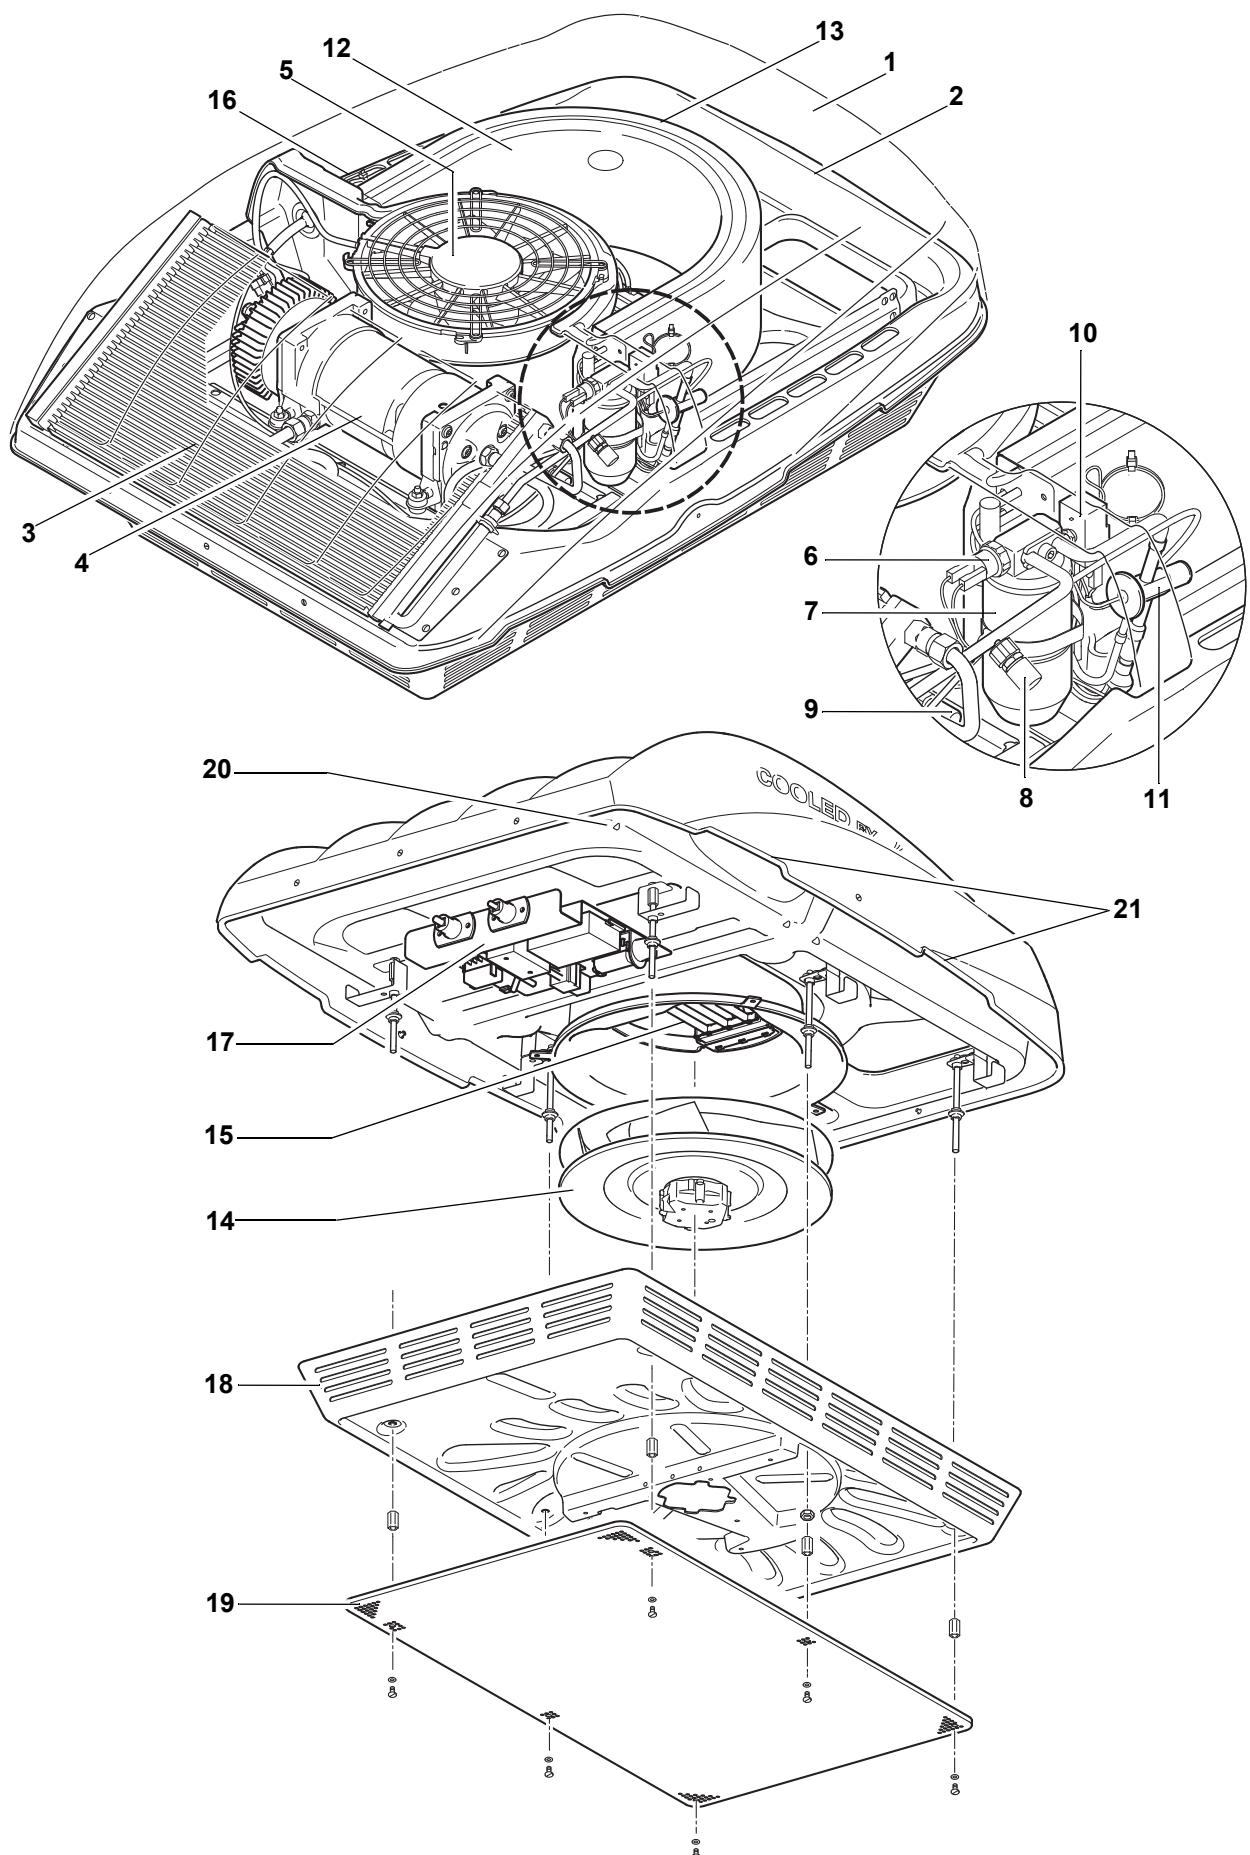

Fig. 2.3
La climatisation sur toiture est représentée à la Fig. 2.3.
* voir Fig. 2.3
L'eau de pluie qui pénètre dans la climatisation sur toiture est évacuée par les ouvertures d'écoulement (20, Fig. 2.3).
Le condenseur (3, Fig. 2.3) est composé de serpentins et d'ailettes en aluminium reliés entre eux pour former une grande surface d'échangeur thermique.
Le collecteur / déshydrateur (7, Fig. 2.3) est un réservoir de compensation et d'accumulation du réfrigérant. Il contient, dans sa partie médiane, un dessiccatif qui capture les petites quantités d'eau contenues dans le réfrigérant et les lie chimiquement. Il filtre de plus les particules de poussière du circuit de réfrigération qui pourraient entraîner des défauts.
Le détendeur thermostatique (11, Fig. 2.3) à compensation de pression extérieure, régule le débit de réfrigérant vers l'évaporateur en fonction du besoin ou de la température dans l'évaporateur. Le détendeur thermostatique est l'élément de régulation entre les parties haute et basse pression du circuit de réfrigération.
L'évaporateur (12, Fig. 2.3) est composé de serpentins et d'ailettes en aluminium reliés entre eux pour former une grande surface d'échangeur thermique. Afin d'utiliser de manière optimale l'espace mis à disposition, l'évaporateur est en forme de U. Sa fonction est de transformer de l'état liquide à l'état gazeux et à chauffer le réfrigérant en provenance du détendeur et traversant la tuyauterie. La chaleur de condensation nécessaire est retirée de l'air circulant par les ailettes et transmise au liquide réfrigérant par le plongeur de contact. L'air ainsi refroidi est asséché et l'eau condensée est évacuée vers l'extérieur.
Le pressostat (6, Fig. 2.3) est constitué d'un contacteur haute pression et d'un contacteur basse pression. Il contrôle la pression dans la partie haute pression du circuit de réfrigération et il coupe le moteur électrique et donc le compresseur en cas de pression trop faible (manque de réfrigérant) ou de pression trop forte (suite, par exemple, à une surchauffe du condenseur).
Le thermostat anti-givre (10, Fig. 2.3) est un thermocontact. Il mesure la température du réfrigérant sur les tuyaux d'injection de l'évaporateur et il coupe l'alimentation du compresseur en cas de risque de gel ou de manque de réfrigérant.
Le ventilateur de l'évaporateur (5, Fig. 2.3) est constitué d'un moteur à courant continu sans balai, d'un rotor, d'un boîtier et d'une grille de protection. Dès que la fonction de refroidissement est en marche, le ventilateur est activé par la commande via la broche 3 (câble jaune) et alimente le condenseur en air frais nécessaire (pas de réglage de la vitesse de rotation, uniquement marche/arrêt).
Le ventilateur de l'évaporateur (14, Fig. 2.3) se compose d'un moteur à courant continu sans balais et du rotor. Il aspire l'air de l'habitacle et de l'air frais à travers l'évaporateur et la résistance de chauffage (seulement sur la version Comfort) et le réinjecte dans l'habitacle à travers le répartiteur d'air. La vitesse de rotation du ventilateur est définie par la commande (signal PWM) via la broche 3 (câble jaune du faisceau du ventilateur). La sélection de la vitesse de rotation du ventilateur peut être automatique ou manuelle, au choix.
Le compresseur (4, Fig. 2.3) est constitué d'un boîtier semi-hermétique à compresseur scroll intégré, d'un moteur à courant continu sans balais et de composants électroniques. Dès la mise en marche de la fonction, le compresseur est activé via la broche 1 du faisceau de câbles et piloté à la vitesse de rotation nécessaire (signal PWM). Il comprime alors le réfrigérant à la pression nécessaire à sa liquéfaction. Le moteur électrique intégré est doté d'un démarrage en douceur pour éviter les pointes de courant sur le réseau de bord, d'une surveillance de tension (de 21 V à 31 V), d'une protection anti-surcharge et d'une surveillance de température du circuit électronique (+0°C bis 105°C). Le compresseur est arrêté lorsqu'il se trouve en dehors des limites. La remise en service s'effectue par simple redémarrage de l'équipement.